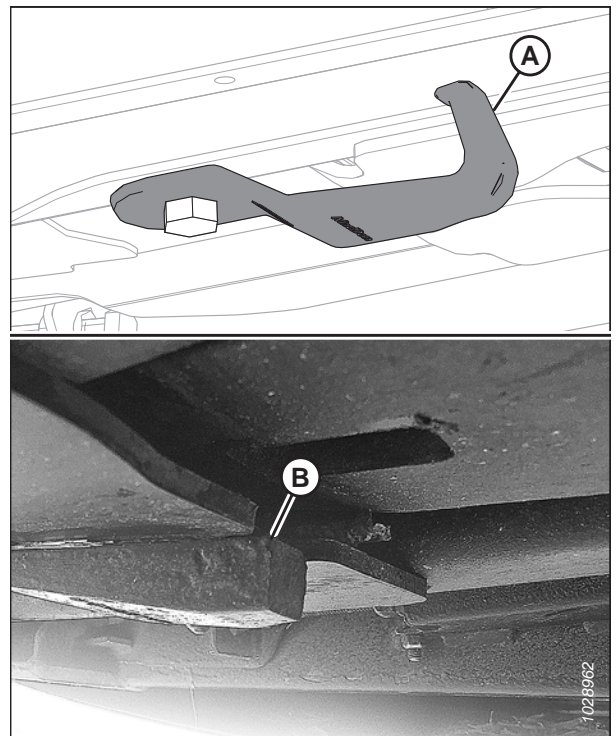

Figura 4.233: Ganci del supporto
La figura 4.233, pagina 421 mostra un gancio della tiranteria non danneggiato (A) e un gancio della tiranteria danneggiato (B). Il gancio della tiranteria allungato non è illustrato.